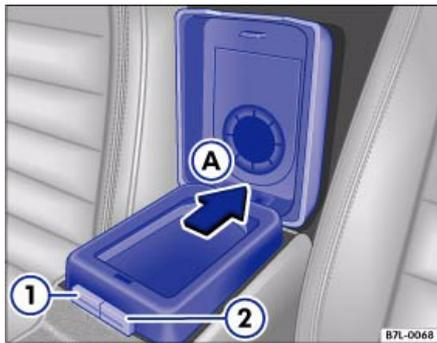

Abb. 66 Zwischen den Vordersitzen: Mittelarmlehne mit geöffnetem oberem Fach, im Deckel ein hervorklappbarer Flaschenhalter (A)
- Drücken Sie die Taste ⇒ Abb. 66 ① und klappen Sie die Abdeckung nach oben.
- Um den Flaschenhalter hervorzuheben, drücken Sie in Pfeilrichtung (A) auf den Flaschenhalter.